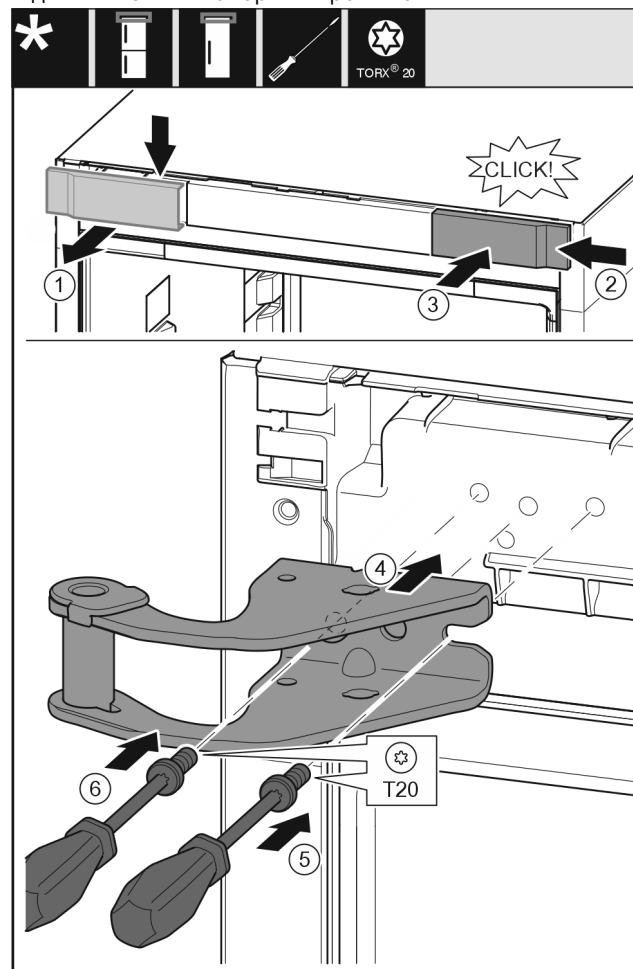

Fig. 11
- ▶ Зніміть кришку вгору вперед. Fig. 11 (1)
- ▶ Почепіть кришку, що повернута на 180°, з іншого боку праворуч. Fig. 11 (2)
- ▶ Зафіксуйте кришку. Fig. 11 (3)
- ▶ Встановіть верхній опорний кронштейн. Fig. 11 (4)
- ▶ Встановіть та закрутіть гвинт за допомогою викрутки T20. Fig. 11 (5)
- ▶ Встановіть та закрутіть гвинт за допомогою викрутки T20. Fig. 11 (6)